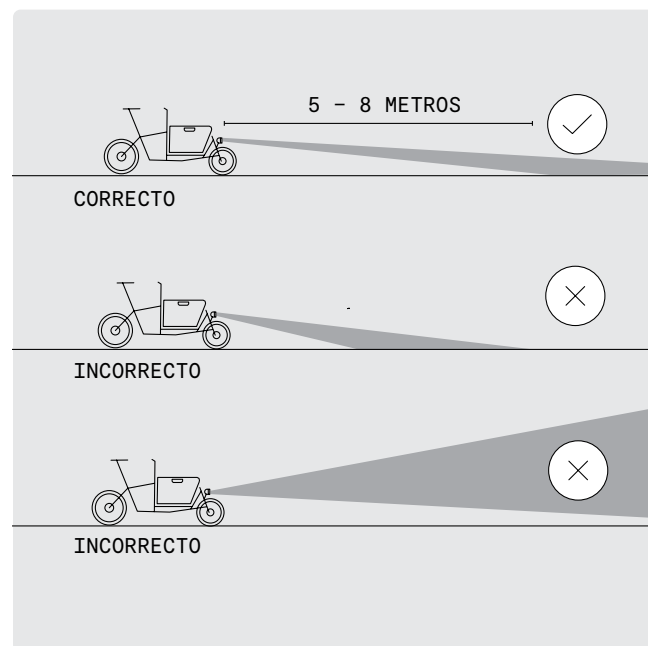

FIG. 48
→ Asegúrese de que el faro nunca esté inclinado, de modo que alumbré hacia arriba (fig. 48).
- 2 Alinee el faro de modo que el cono de luz llegue al suelo en un área de 5 a 8 m delante de la rueda delantera (fig. 48).